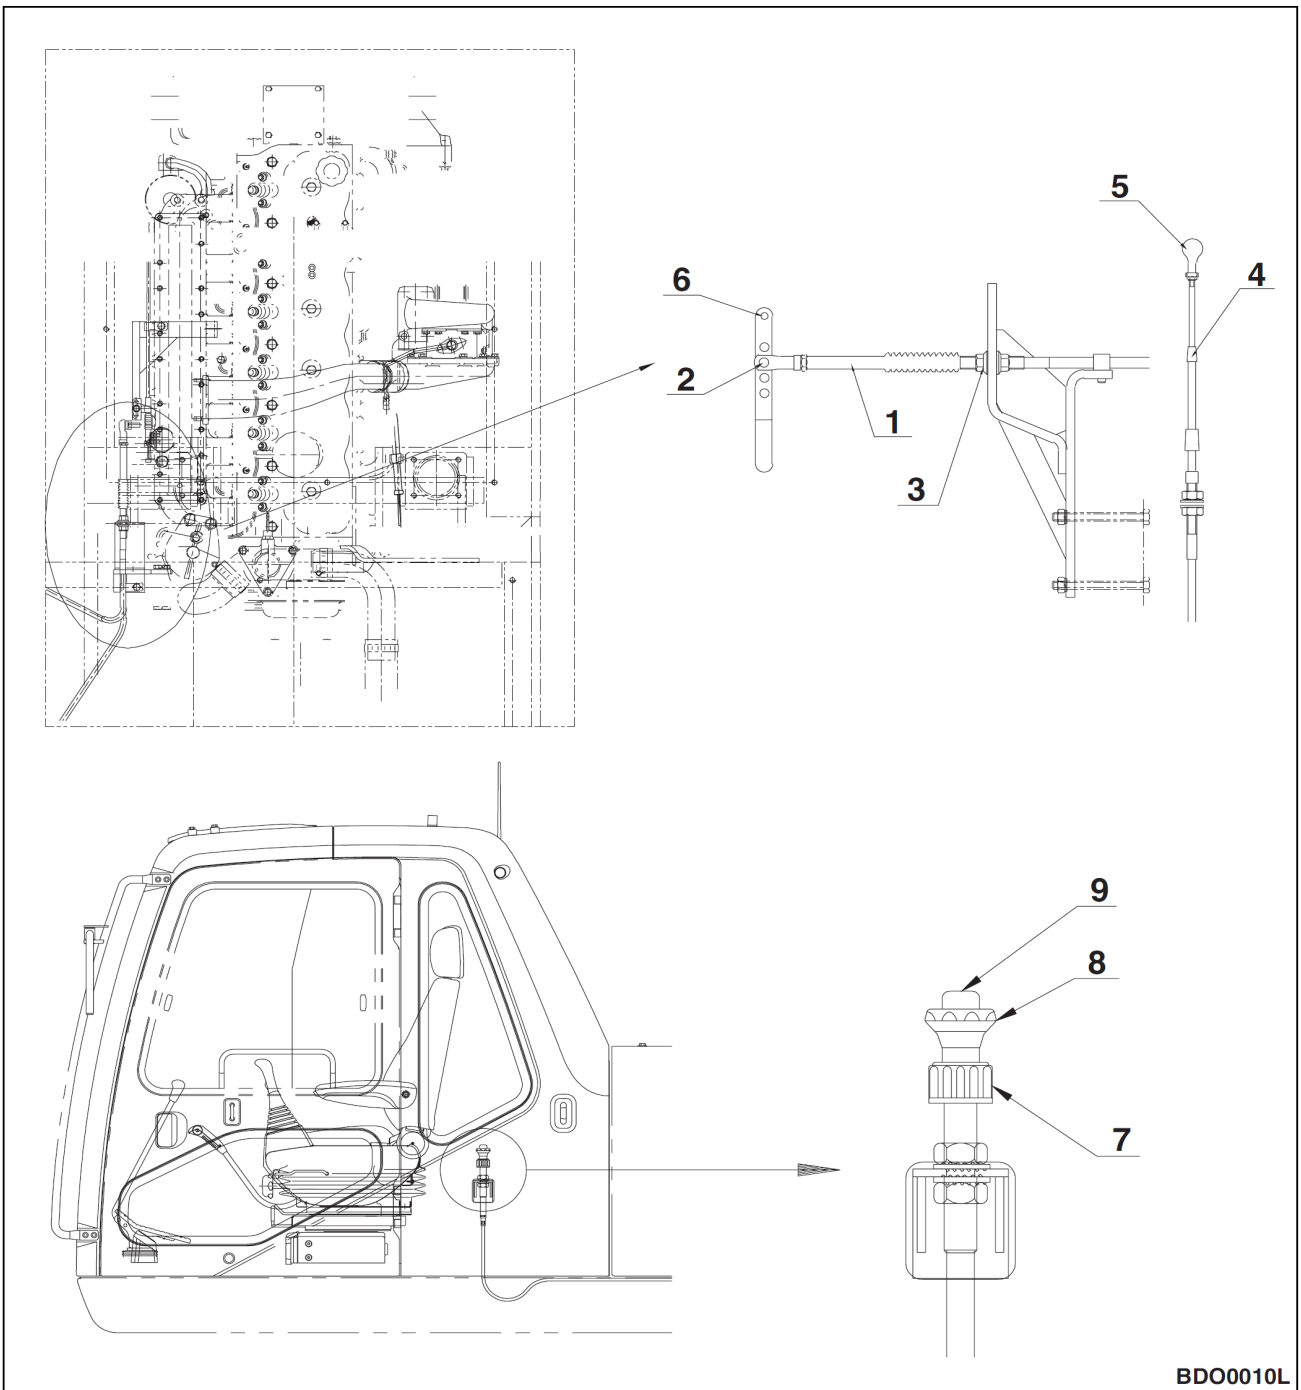

Рис. 44
7. Отсоединить кабель управления (1, рис. 44), сняв гайку и пружинную шайбу (2), и ослабив гайки (3), удерживающие кабель.
8. Снять гайку и пружинную шайбу (5, рис. 44) с кабеля ручного управления двигателем (4), прижимающие кабель к кронштейну. Закрепить шаровое соединение кабеля ручного управления двигателем в отверстие (6) при помощи гайки и пружинной шайбы (5).
11. На задней части левой стойки управления находится элемент управления дроссельной заслонкой и штангенциркуль с нониусом. Механизм управления дроссельной заслонкой – нажимно-вытяжного и/или винтового типа. Следует повернуть запорное кольцо (7, рис. 44) в основании механизма в разблокированное положение перед регулированием дроссельной заслонки. Быстрое регулирование скорости двигателя выполняется посредством поворота запорного кольца в разблокированное положение (**RELEASED**) и нажатия кнопки (9) (в центре ручки (8)). Вытягивание ручки на себя (**OUT**) увеличивает обороты двигателя, а от себя (**IN**) – уменьшает обороты. Вращением ручки можно выполнить точное регулирование скорости двигателя. Повернуть ручку против часовой стрелки, чтобы увеличить скорость двигателя, и по часовой стрелке, чтобы снизить скорость двигателя. Если набрано достаточное количество оборотов, установите запорное кольцо (7) в блокирующее положение.